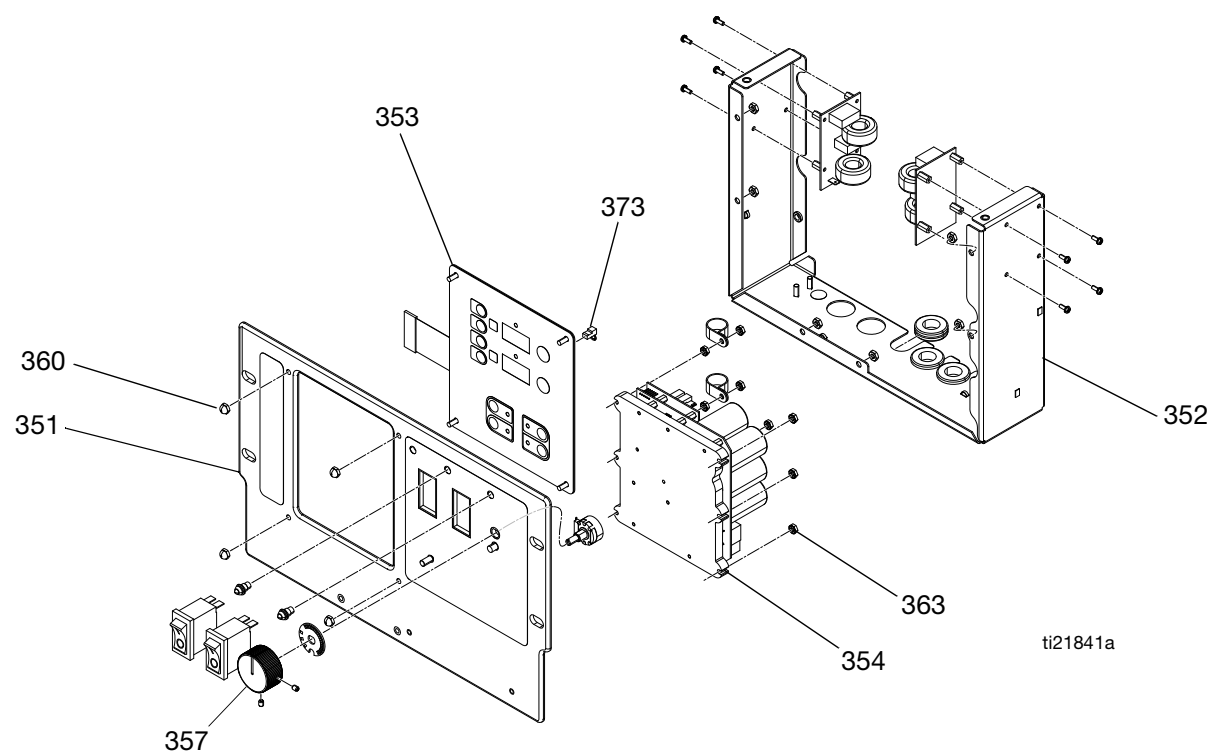

FIG. 10 Panneau de commande
2. Retirer les vis (21) et le couvercle afficheur (26).
4. Débrancher le câble d'affichage principal (81) dans le coin supérieur droit de l'afficheur de température (353). Voir la FIG. 10, page 43.
5. Retirer le cavalier (373) de l'arrière de l'afficheur (353). Le mettre de côté et monter le cavalier sur le nouvel afficheur.
6. Débrancher le(s) câble(s) ruban(s) (RC) sur l'arrière de l'afficheur ; voir FIG. 10, page 43.
7. Retirer les écrous (360) de la plaque (351).
8. Démonter l'afficheur (353), pour plus de détails, voir la FIG. 10, page 43.
9. Réassembler dans l'ordre inverse, voir FIG. 10, page 43. Mettre de la colle à filetage moyenne force comme indiqué.
2. Retirer le couvercle afficheur (26) à l'arrière du chariot pour exposer la carte de commande (354).
3. Débrancher tous les câbles et les connecteurs de la carte (354). Voir le tableau 8, page 45.
4. Retirer les six écrous (363) ainsi que la carte de la carte de commande (354). Voir la FIG. 10, page 43.